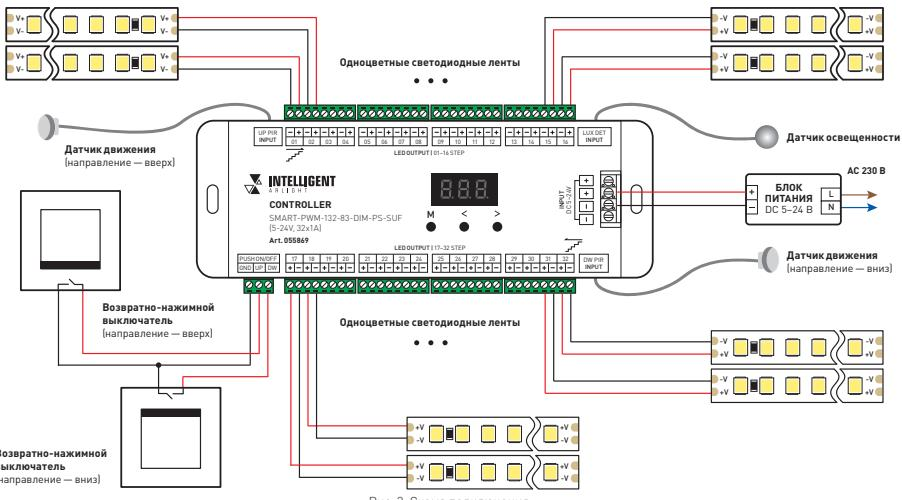

Рис. 3. Схема подключения
3.2. Подключите лестничный контроллер в соответствии со схемой на рис. 3.